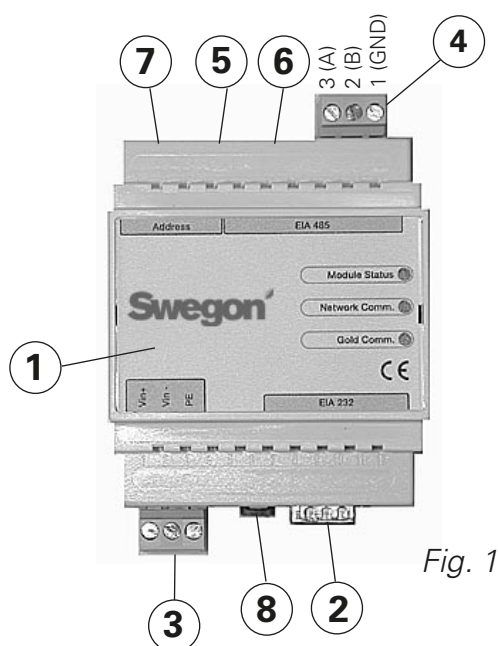
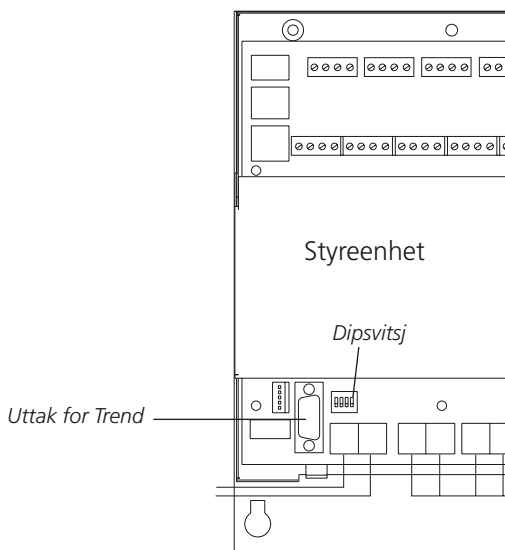
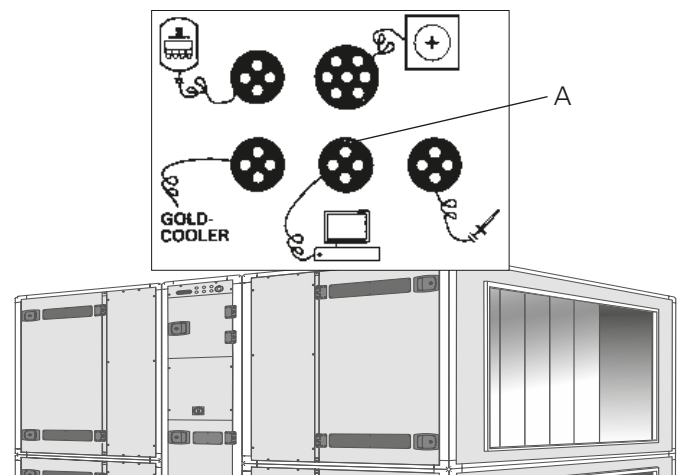

Fig. 1
Fig. 5
Fig. 6
Kople til klemmene Vin+ (1) og Vin- (2), se fig. 1, for GOLDen GATE-enheten til en separat nettdel med riktig kapasitet eller til GOLD-aggregatets 24 V AC-klemmer avhengig av modell som angitt nedenfor:
Still noen av svitsjene 8 (se fig. 1) i posisjon ON ved konfigurering. Svitsjen må være i posisjon ON før tilkopling av 24 V-mating.
Bruk den medfølgende datakommunikasjonskabelen med 6-pols modularkontakt RJ12 til 6 (se fig. 1) samt 9-pols D-sub til GOLD (se fig. 5). Dipsvitsj 4 på GOLD-aggregatets styreenhet skal være i posisjon ON og dipsvitsj 3 i posisjon OFF, se figur 5.
Koble den medfølgende datakommunikasjonskabelen med 6-pols modularkontakt RJ12 til 6 (se fig. 1) samt den runde kontakten til GOLD (se fig. 6).